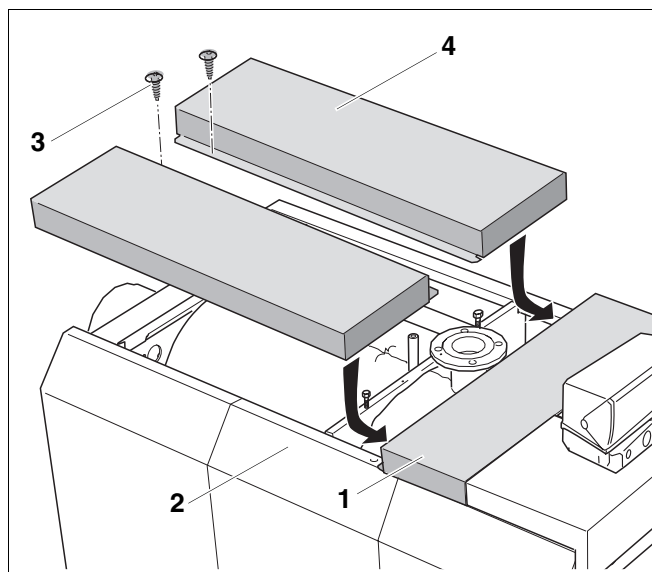

Fig. 40 Montage des capots latéraux de la chaudière
- Placer les capots latéraux de la chaudière (fig. 40, **pos. 4**) avec le rebord vers l'intérieur, sur les panneaux latéraux (fig. 40, **pos. 2**).
- Glisser les capots latéraux de la chaudière (fig. 40, **pos. 4**) contre le couvercle avant (fig. 40, **pos. 1**) et fixer en soulevant légèrement les capots latéraux de la chaudière à l'arrière.
- Fixer les capots latéraux de la chaudière (fig. 40, **pos. 4**) avec des vis (fig. 40, **pos. 3**).